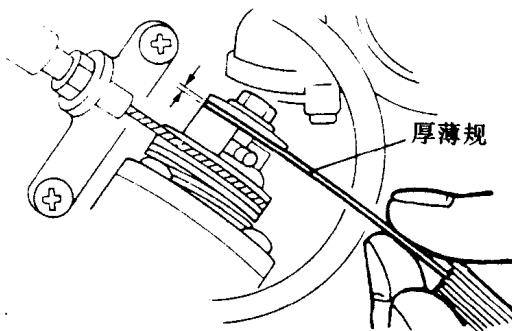
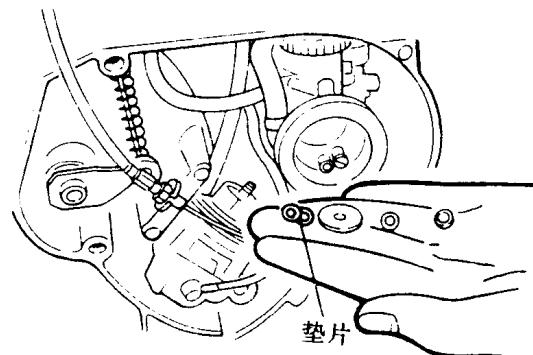

图 1-1-8 测量油泵最小行程
图 1-1-9 调整油泵行程
(3) 检查调节机油泵的最小行程：低速运转发动机，观察油泵调整板，然后停止发动机，让调整板滑出到最低极限。用厚薄规测量油泵的最小行程，如图 1-1-8 所示。DX100 机油泵的最小行程为 $0.30\sim0.35$ 毫米。如果测量的结果，大于或小于标准数值范围。应按图 1-1-9 所示方法，卸下或加上间隙垫片。